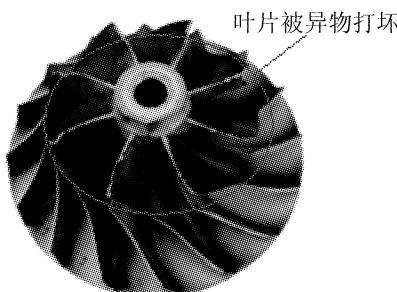

图 1 被异物损坏的压气机叶轮
(1) 由于未安装空气滤清器或其功能失效，造成环境中脏物、粉尘、杂质直接进入压气机，将压气机叶轮叶片打坏，见图 1。